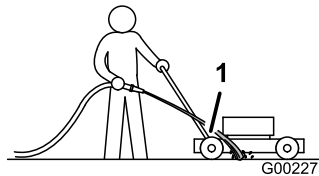

Figura 26
3. Tenete il flessibile da giardino all'altezza della stegola e indirizzate il getto per terra, davanti alla ruota posteriore destra (Figura 26).